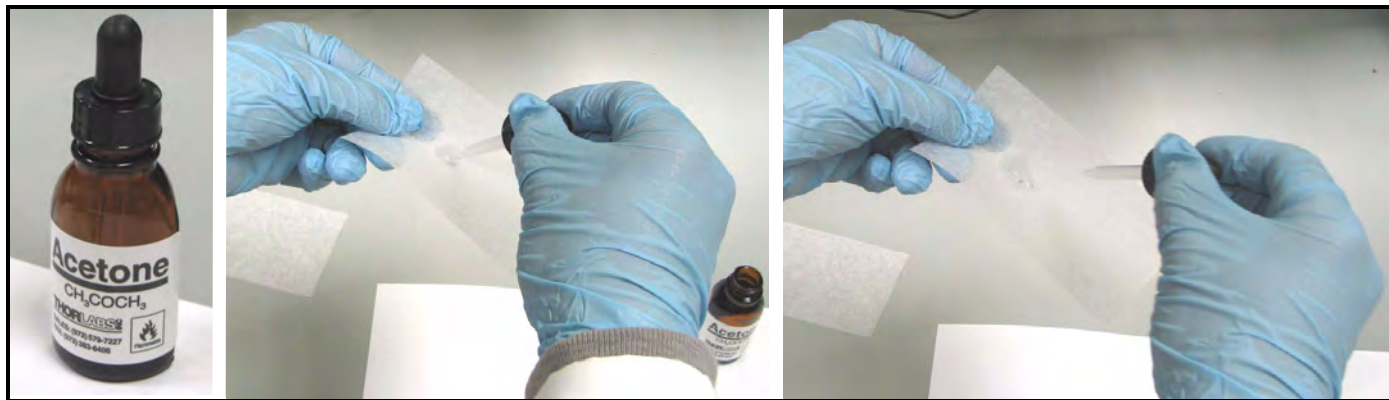

Figura 77: Utilizzo dell'acetone per uso chimico
7. Usando un panno per lenti, inumidire un'area ridotta con una quantità minima di acetone per uso chimico. (Inumidire appena il panno. Di solito è sufficiente una goccia di acetone.) Inclinare il panno in modo che la goccia di acetone venga assorbita per tutta la sua lunghezza (vedere la Figura 77).